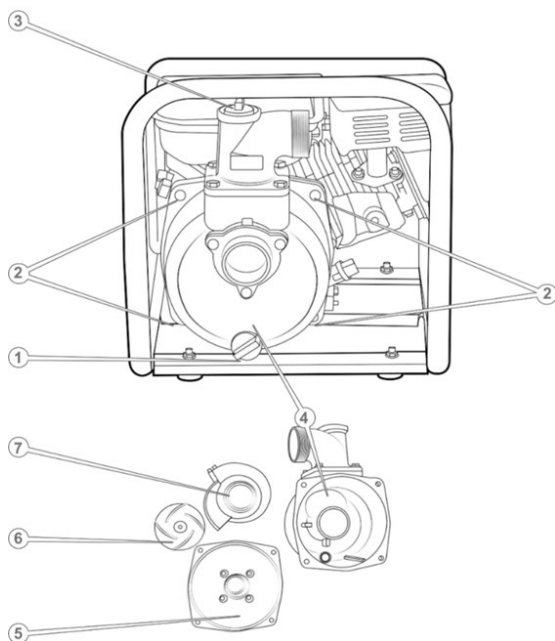

Рисунок 10. Схема насосної частини.
1. Відкрутити кришку (3, рис. 10) отвору для заповнення водою робочої камери (4, рис. 10) і заглушку (1, рис. 9) зливання води з насоса.
3. Відкрутити болти (2, рис. 10), кріплення корпусу насоса (4, рис. 10) та зняти його.
4. Очистити від бруду корпус (4, рис. 10), задню кришку насоса (5, рис. 10), робоче колесо (6, рис. 10) і дифузор (7, рис. 10).
6. Встановити корпус насоса на передбачене місце й надійно закріпити болтами (2, рис. 10).
7. Закрутити пробку (1, рис. 10) зливання води з насоса та залити в робочу камеру насоса чисту воду.